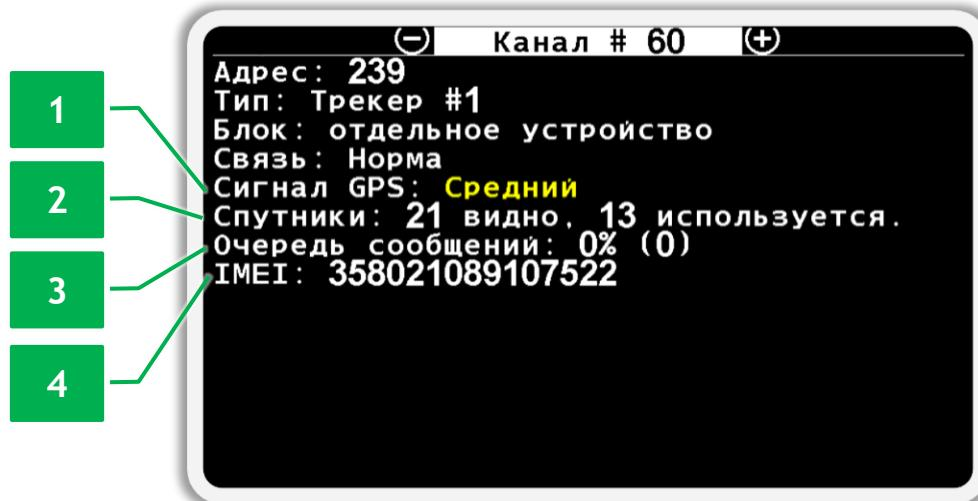

Рисунок 57 Экран просмотра состояния трекера
- Сигнал GPS (см. Рисунок 57 п.1). Отображает качество определения текущего местоположения транспортного средства. Рекомендуется начинать работу после того, как сигнал GPS станет «средний».
- Спутники (см. Рисунок 57 п.2). Отображает количество видимых и используемых спутников.
- Очередь сообщений (см. Рисунок 57 п.3). Отображает заполненность внутренней памяти трекера в процентах. При этом в скобках указано точное количество сообщений в архиве. Когда все данные переданы на сервер должен показывать 0 сообщений.
- IMEI код трекера (см. Рисунок 57 п.4). Показывает ненулевое значение после того, как трекер сможет установить соединение с сетью оператора. Используется при регистрации на сервере сбора данных.